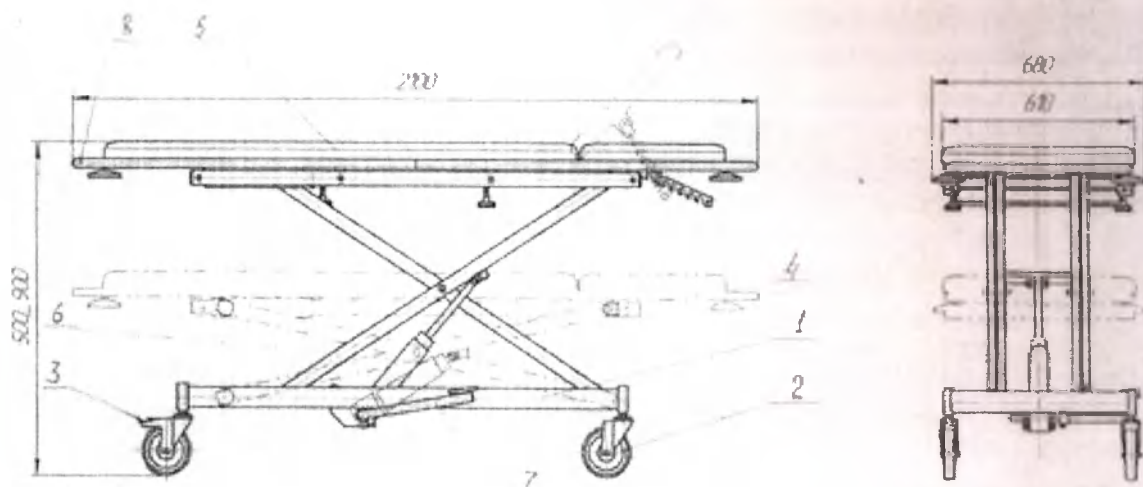

Рисунок 1
2.1 Тележка (см. рисунок 1) имеет основание 1, сваренное из стальных труб и установленное на четыре самоориентирующиеся колеса 2, два из которых имеют тормоз 3. На основание 1 установлен крестообразный рычажный механизм 4 подъёма и опускания ложа 5 и гидропривод 6 с педалью 7 при нажатии на которую вниз происходит подъём ложа, опускание ложа происходит при нажатии на педаль вверх. Панель ложа оснащена ручками 8 за которые осуществляется транспортировка тележки.